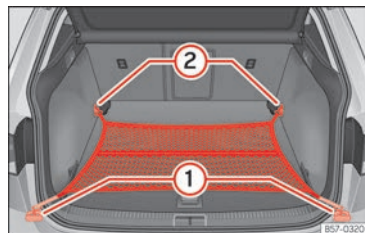

Abb. 175 Im Gepäckraum: flach eingehängtes Gepäckraumnetz.
- Hängen Sie die Haken in die Verzurrösen ein » (Abb. 175) ① und ② » ⚠. Der Reißverschluss des Gepäckraumnetzes muss dabei nach oben zeigen.